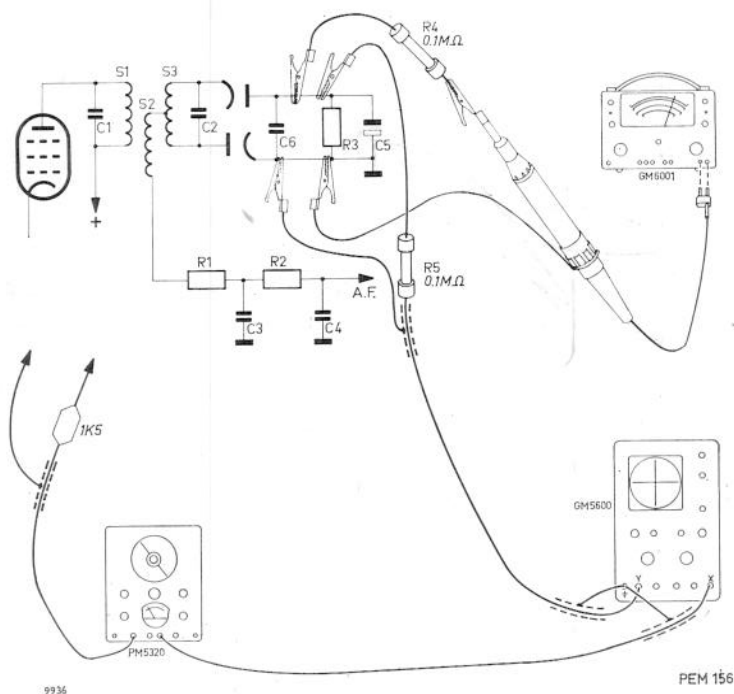

Fig. 20. Dynamische afregeling van een FM-ontvanger
b. Aansluiten van de meetinstrumenten (zie fig. 20)
1. Sluit de buisvoltmeter via een weerstand van $0,1\text{ M}\Omega$ (R4, fig. 20) aan over de weerstand R3 van de detectorschakeling. Stel de voltmeter in op een meetgebied van -3 V gelijkspanning.
6. Soldeer de elektrolytische condensator in de ratiodetector-schakeling los (C5, fig. 20).
9. Sluit de elektrolytische condensator (C5, fig. 20) weer aan. Regel de kern van de secundaire kring van het laatste m.f.-bandfilter (discriminator) op maximale uitslag van de wisselspanningsmeter. De uitslag van de buisvoltmeter moet weer kleiner zijn dan -3 V, zodat eventueel de uitgangsspanning van de generator moet worden verminderd.
Controle van de discriminatorkromme – Sluit de oscillograaf aan over de condensator C4 (fig. 20). Het midden van het rechte deel van de zichtbaar geworden kromme moet liggen op de lijn EF (fig. 24).
10. Soldeer de elektrolytische condensator (C5 fig. 20) los. Regel de kernen van de overige bandfilters op maximale tophoogte van de kromme, in de volgorde die in de trimtabel is aangegeven (kromme I fig. 23). De doorlaatkromme moet hierbij steeds symmetrisch zijn opzichte van het midden van het scherm (lijn EF, kromme II, fig. 23). Bij het afregelen moet de uitgangsspanning van de generator zodanig worden ingesteld, dat de spanning aan de buisvoltmeter steeds ca -3 V is.
11. *Controle van de AM-onderdrukking* – Soldeer de elektrolytische condensator (C5, fig. 20) weer vast. Plaats de AM-schakelaar (SK4) van de PM 5320 in de stand „1 kHz”. Het beeld op het scherm van de oscillograaf zal een sinusvormige modulatie vertonen. De amplitude hiervan varieert van nul in het midden van de discriminatorkromme tot een bepaalde waarde (aan het einde van het rechte stuk). De AM-onderdrukking is voldoende wanneer deze laatste amplitude kleiner is dan $1/10$ van de hoogte van de kromme.
1. Sluit de buisvoltmeter via een weerstand van $0,1 \text{ M}\Omega$ (R4, in fig. 20) aan over de weerstand R3 van de discriminatorschakeling. Stel het meetgebied van de buisvoltmeter in op -3 V gelijkspanning.